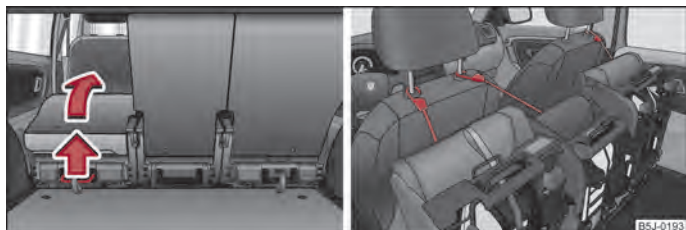

Fig. 39 Rabatarea completă în față a scaunului / asigurarea scaunului rabatat în față
- Trageți maneta ⇒ fig. 39 în sus și rabatați scaunul complet în față.
- Asigurați scaunul rabatat, cu ajutorul centurii de fixare, de o tijă a tetierei scaunului din față ⇒ fig. 39 dreapta.